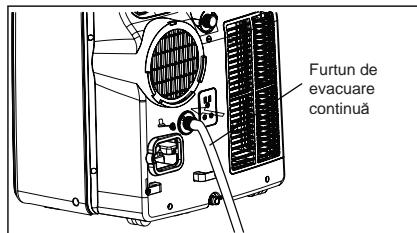

Fig. 26
2. În timpul modului de încălzire, va trebui să conectați un furtun de evacuare în spatele unității, ca în Fig. 26.